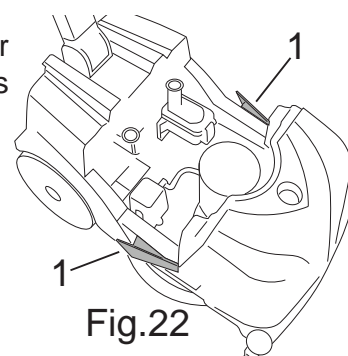

Fig.22
- Drücken Sie auf die beiden seitlichen Hebel zur Verriegelung der Tanks (Abb. 22, Pkt. 1), nehmen Sie den Schmutzwassertank aus dem Rahmen und stellen Sie ihn auf den Boden.